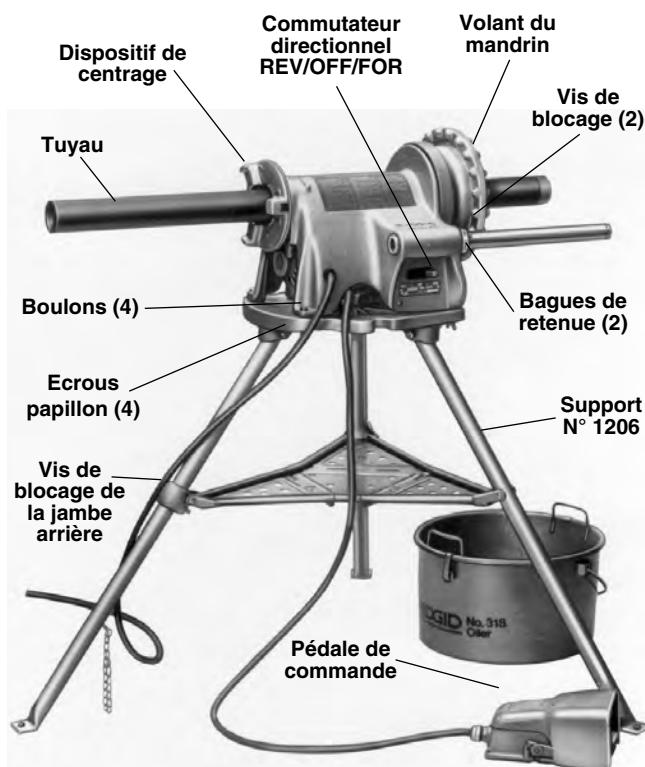

Figure 3 – Système d'entraînement N° 300 monté sur support N° 1206 avec dispositif de lubrification N° 418
- Repérez la vis de blocage du support de jambe de plateau qui se trouve sur la jambe arrière (Figure 3).
2. Montez le système d'entraînement sur le support à l'aide des boulons et écrous papillon prévus (Figure 3).
- Assurez-vous que le système d'entraînement est débranché et que le commutateur directionnel est en position OFF (arrêt) (Figure 3).
- Assurez-vous que la pédale de commande est en place et qu'elle est raccordée au système d'entraînement (Figure 3).
- Si nécessaire, remplissez le système de lubrification N° 418 d'huile de coupe RIDGID Thread Cutting Oil. Positionnez le système de lubrification sous l'avant du système d'entraînement (*Figure 3*).